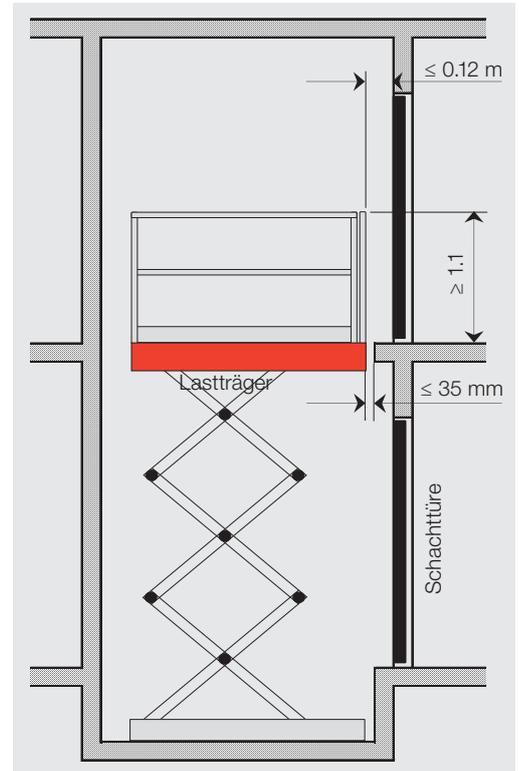

Bild 1: Güteraufzug mit vollwandigem Schacht und Türen an sämtlichen Zugängen.
(Bild 1 und 2)
2. Beträgt der **horizontale Abstand zwischen der Schwelle des Lastträgers und den Schwellen** der Schachttüren höchstens 35 mm? (Bild 1) ja
7. Sind an sämtlichen **Zugängen Schachttüren vorhanden**? (Bild 1) ja
(z. B. ein mind. 1,1 m hohes Geländer) (Bild 1)
13. Beträgt der horizontale **Abstand** zwischen der Tür des Lastträgers und der **geschlossenen Schachttüre** nicht mehr als 0,12 m? (Bild 1) ja
14. Wenn am Lastträger Türen vorhanden sind: Kann der **Lastträger nur dann in Bewegung** gesetzt werden, **wenn die Türen geschlossen** sind? (Bild 1) ja